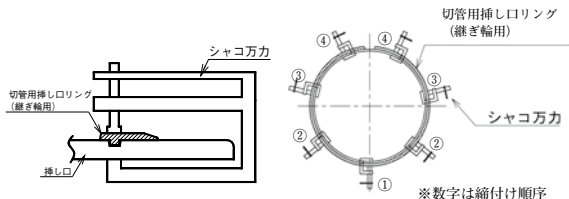

図90 切管用挿しロリングの締め付け
- ② シャコ万力を用いて、図90のように切管用挿しロリング (継ぎ輪用) の分割部の反対側から順次締め付ける。